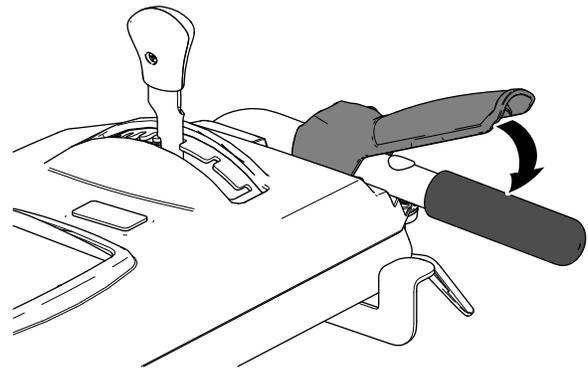

Figure 19
3. Engagez le balai en serrant doucement le levier de commande de la balayeuse (à droite) contre la poignée (Figure 19).